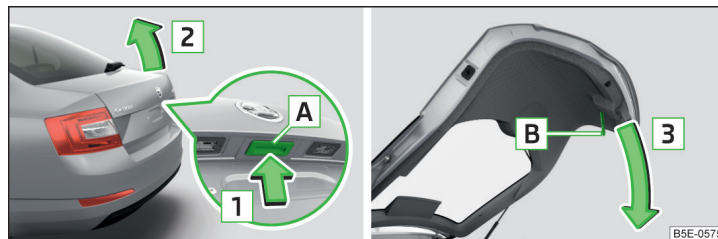

Fig. 44 Ouverture/fermeture du capot de malle arrière
- Appuyez sur la touche **A** dans le sens de la flèche **1** » fig. 44.